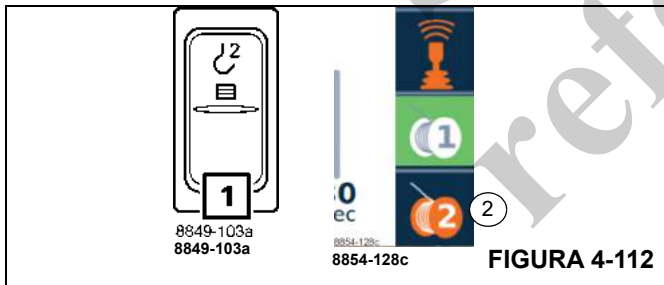

FIGURA 4-112
Presione el botón (1), (Figura 4-112), una vez.
El símbolo (2), (Figura 4-112), se torna de color rojo cuando se apaga el malacate auxiliar.